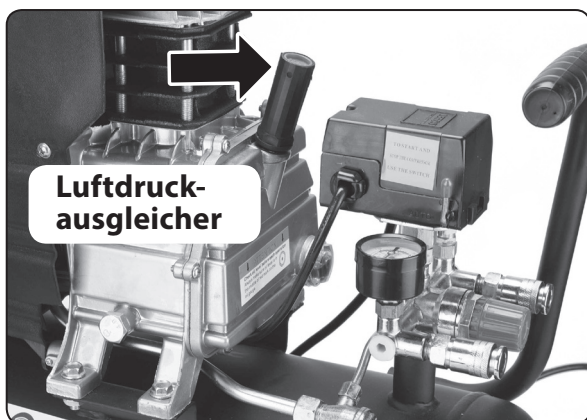

Abb. 3
4) Nach dem Befüllen mit Öl schrauben Sie in die Öffnung den Luftdruckausgleicher im Kurbelwellengehäuse und nicht den ursprünglichen Gewindestopfen, mit dem der Kompressor aus der Fertigung ausgestattet ist, siehe Abb. 3.